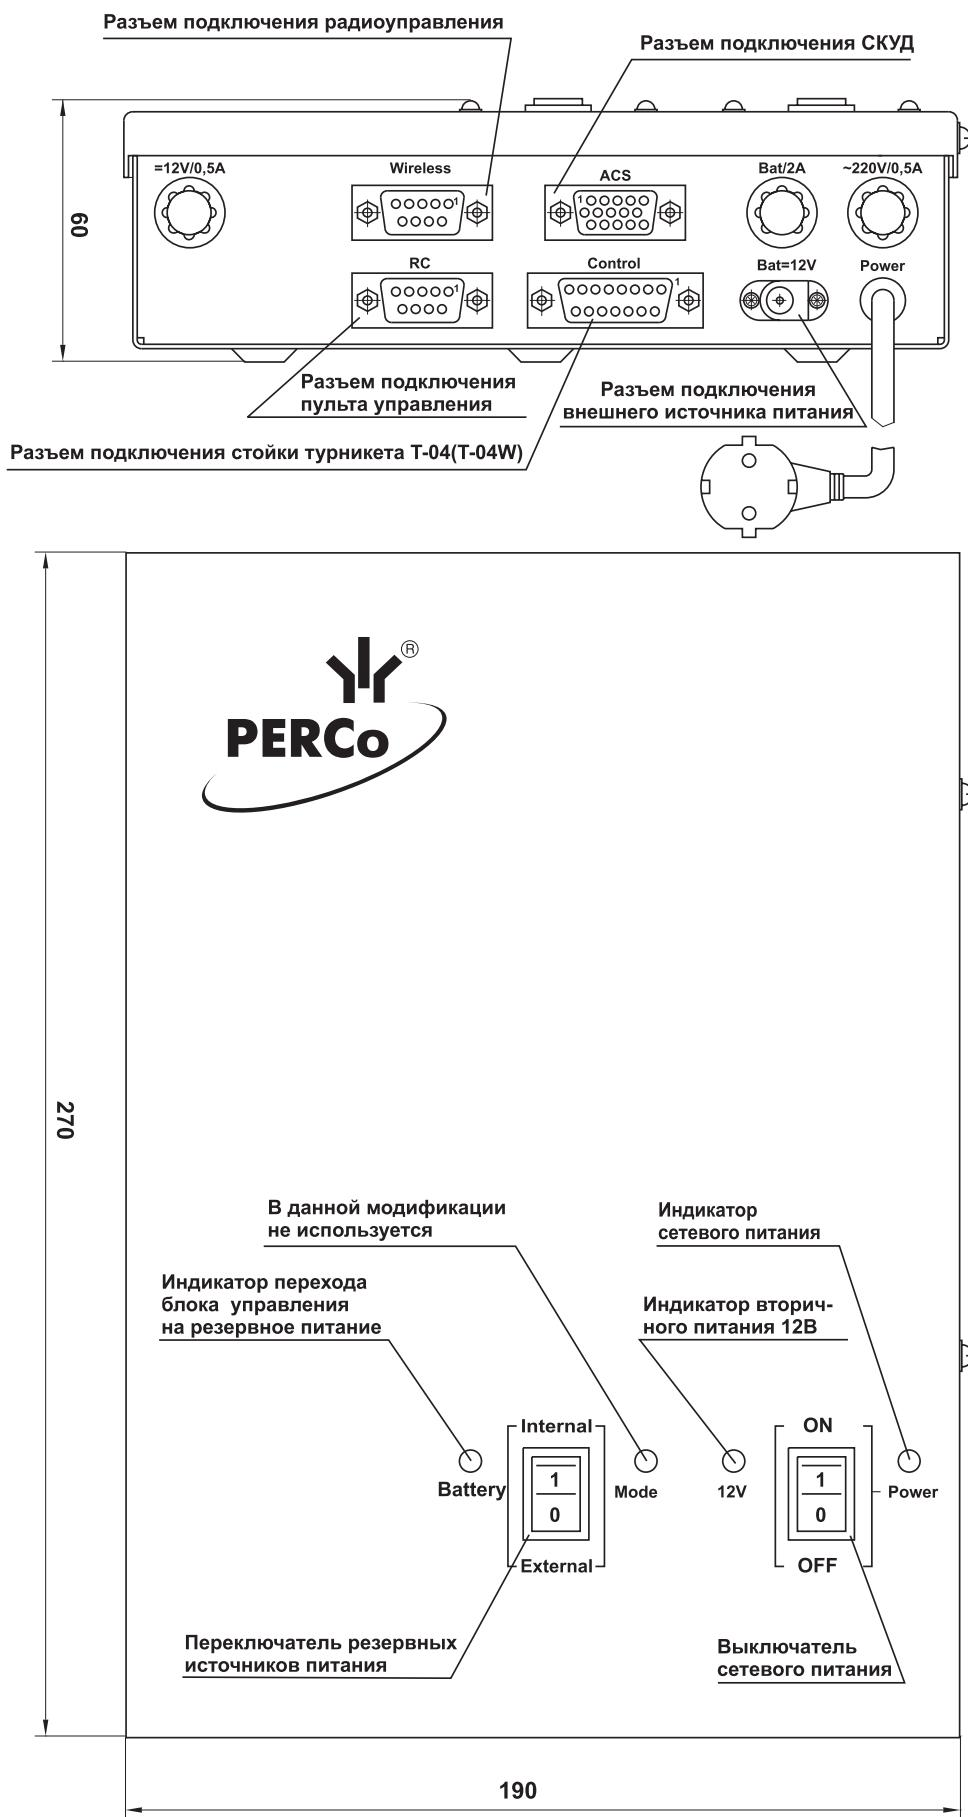

Рис. 2 Блок управления
5.2.4. Пульт управления выполнен в виде небольшого настольного прибора в корпусе из ударопрочного АБС пластика и предназначен для задания и индикации режимов работы при ручном управлении турникетом. Пульт управления подключается к блоку управления гибким многожильным кабелем (6) через разъем «RC» (см. рис. 2).
На лицевой панели корпуса пульта управления расположены три кнопки управления для задания режимов работы турникета. Над кнопками расположены индикаторы. Средняя кнопка (далее — кнопка STOP) предназначена для переключения турникета в режим «Запрет прохода». Левая и правая кнопки предназначены для разблокировки турникета в выбранном направлении. Изменить ориентацию пульта управления относительно установки стойки турникета (если по месту установки стойка турникета обращена к оператору не лицевой, а тыльной стороной) можно, переключив пульт управления на разъем «Wireless» блока управления (см. рис. 2). Пульт управления снабжен зуммером для формирования звуковых сигналов.
На лицевой панели блока управления (см. рис. 2) расположены следующие индикаторы: